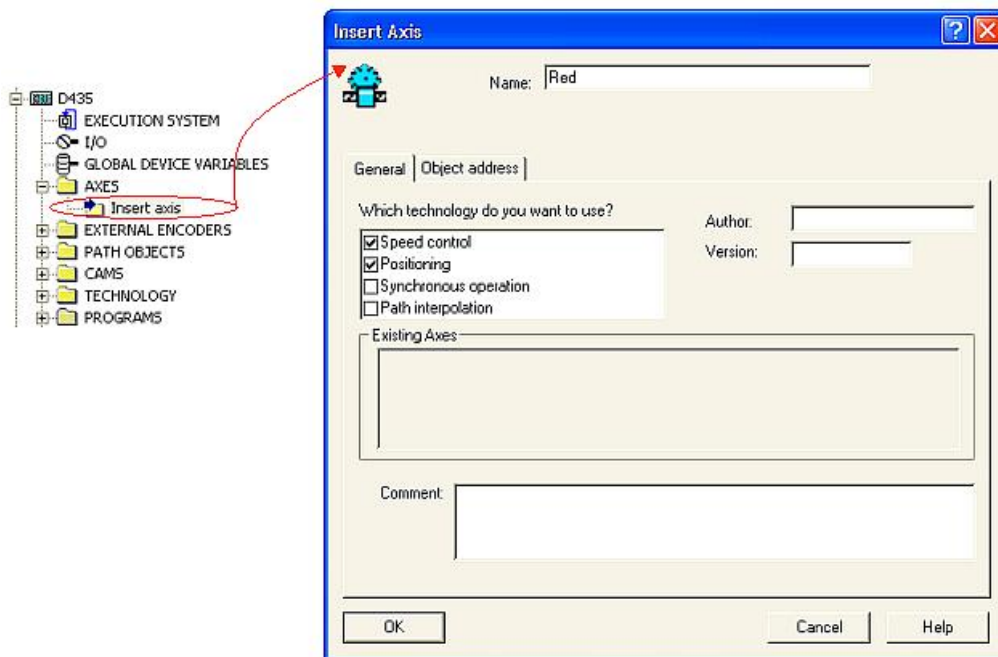

图32 插入主轴
(2)离线插入从轴 Blue 轴，并选择同步轴，即在图 32 中选中 Speed control 和 Positioning 以及 Synchronous Operation，并连接到驱动的 SERVOR_03 中，其它配置过程和配置 Red 轴相同。